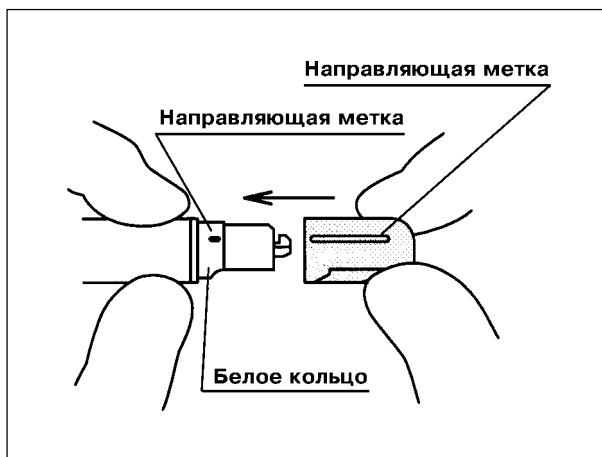

Рис. 3.12
- Слегка фиксируйте пальцами каучуковое покрытие изгибаемой части вблизи дистального конца (см. рис. 3.12). Пальцами другой руки фиксируйте верхушку дистального защитного чехла-наконечника. Совместите направляющую метку на боковой поверхности дистального защитного чехла-наконечника с направляющей меткой на белом кольце дистального конца эндоскопа.